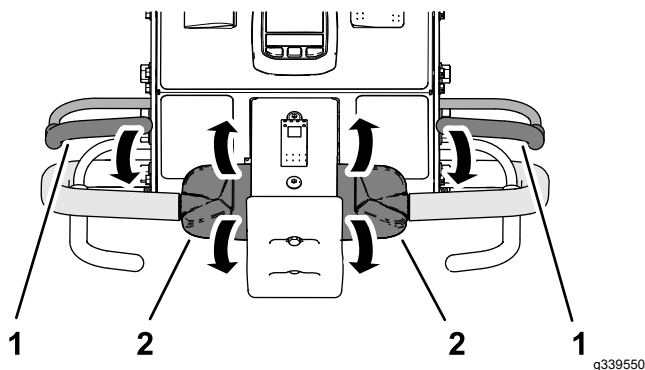

Figura 32
2. Țineți maneta pentru prezența operatorului la bara de ghidare și rotiți comanda traciunii (Figura 32) spre înainte sau rotii-o spre înapoi și pornii motorul.